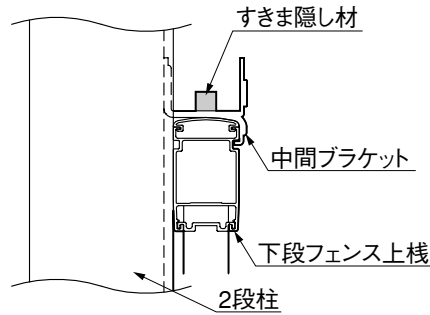

図2-3 側面図
- ① 下段フェンス上棧の上部にすきま隠し材を貼付けてください。(図2-3参照)